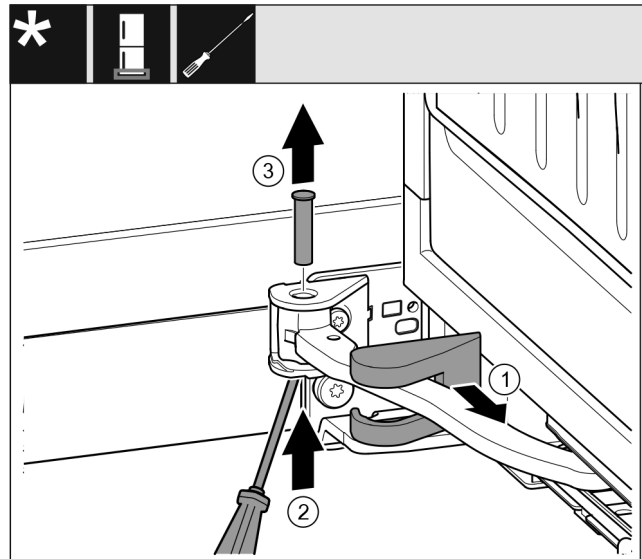

Fig. 13
- Lagerbockabdeckung abziehen und entlang des Gelenks verschieben. *Fig. 13 (1)*
- Bolzen mit Finger oder Schraubendreher von unten anheben. *Fig. 13 (2)*
- Mit Schraubendreher unter den Bolzenkopf fahren und herausziehen. *Fig. 13 (3)*